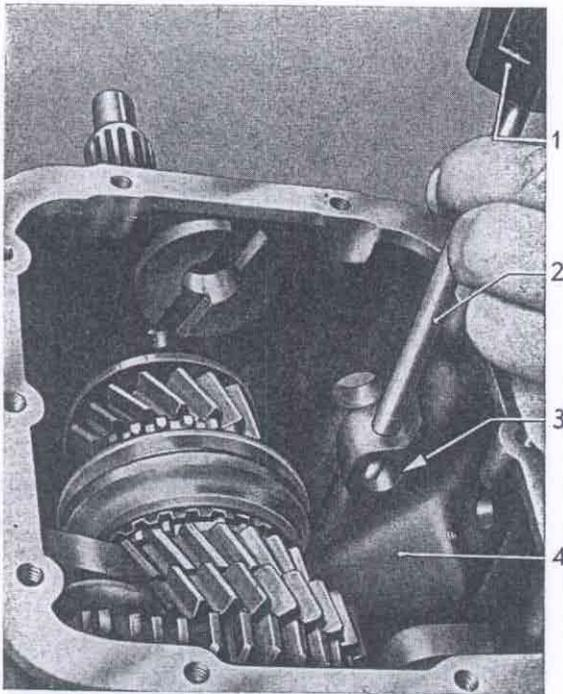

Bild 36 – Verschlußstopfen aus Bohrung für Gangarretierung heraus schlagen
26. Verschlußstopfen (37/4) aus beiden Bohrungen für Gangarretierung mit schlankem Dorn heraus schlagen (Bild 36). Durchmesser des Dornansatzes 4,8 mm, Länge des Ansatzes 45 mm, damit der Dorn durch die Federwindungen am Verschlußstopfen